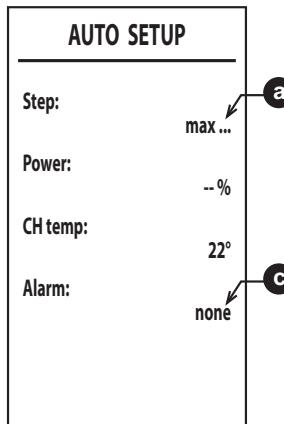

fig. 38
6. Despues del encendido, el quemador se posiciona en las distintas potencias (max, med y min) indicadas por el punto **a** (fig. 38).
punto **a** y un código de error en el punto **c** (fig. 38).